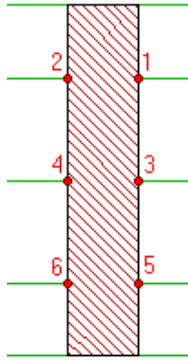

Рисунок 1.12 – Побудова головного вигляду
- Підведіть курсор до точки 1 (рис. 1.12) і одночасно натисніть ліву і середню кнопку миші. Курсор переміститься до цієї точки. Клацніть лівою кнопкою миші.